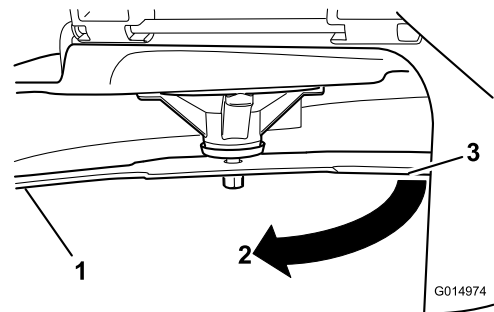

Figura 87
3. Distancia medida entre la cuchilla y la superficie (A)
4. Gire la misma cuchilla 180 grados de manera que el otro extremo esté en la misma posición (**Figura 87**).